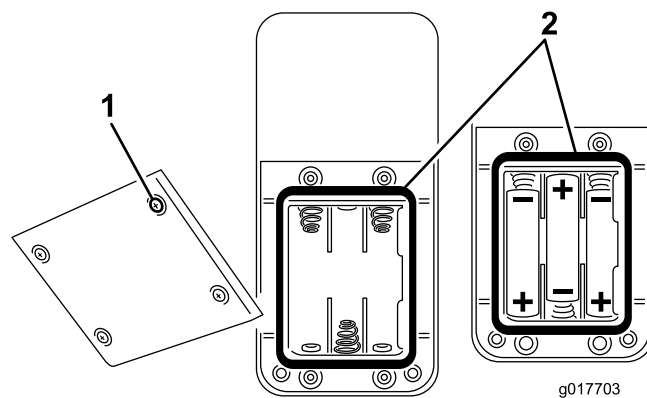

Figura 32
2. Se instalar as baterias num compartimento vazio, instale três baterias AAA novas. Certifique-se de que coloca as baterias como se mostra em Figura 32.
3. Se substituir baterias usadas, retire as baterias velhas e instale baterias AAA novas. Certifique-se de que coloca as baterias como se mostra em Figura 32.